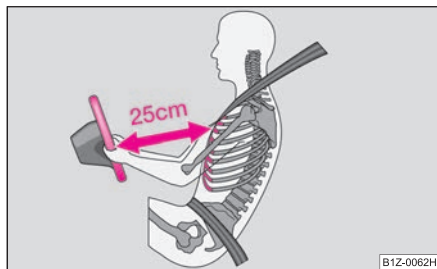

Fig. 113 Distanza di sicurezza dal volante
- Il conducente deve mantenere una distanza dal volante di almeno 25 cm ⇒ fig. 113. Se non si rispetta questa distanza minima, il sistema airbag non può proteggere – pericolo di morte!